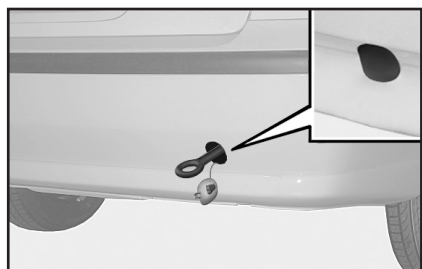

рис. 43
2) Установив отвертку в углубление, выполненное в заглушке, извлеките ее из заднего (рис. 43) или переднего (рис. 44/а) бампера.
3) Наверните проушину до упора на задний (рис. 43) или передний (рис. 44/б) резьбовой штырь.